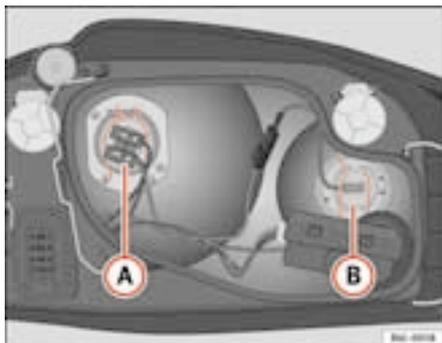

Fig. 148 Lampada abbaglianti
- Estrarre il connettore del cavo della lampada (B) ⇒ fig. 148.